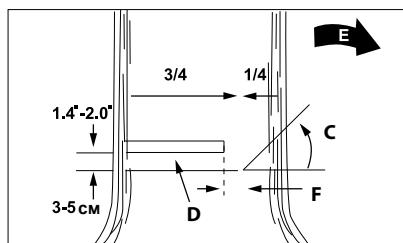

Рис. 15
**Внимание!** Не ходите перед деревом, на котором уже произведены надпилы. Окончательный срез (D) выполняется с обратной стороны дерева в 3-5 см над горизонтальной основой надпила (C) (рис. 15).